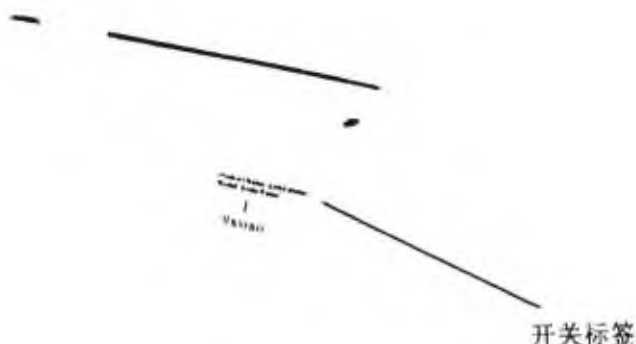

图3
主机的外形尺寸:	140mm (± 1 mm) x 140.5mm (± 1 mm) x 98.8mm (± 2 mm) 见第15节图纸 (图3 主机)
- 2.1 首次使用前，请从主机外壳上撕下开关标签（参见图3）。